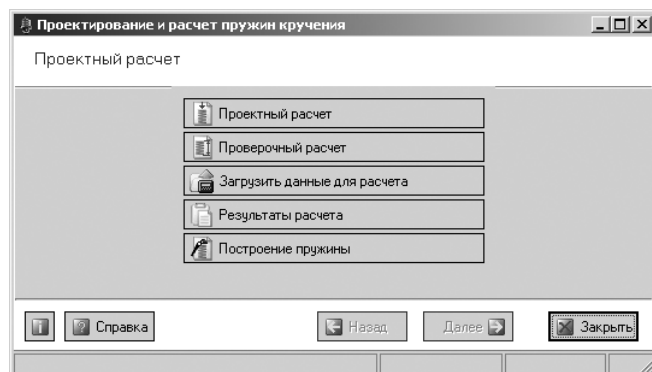
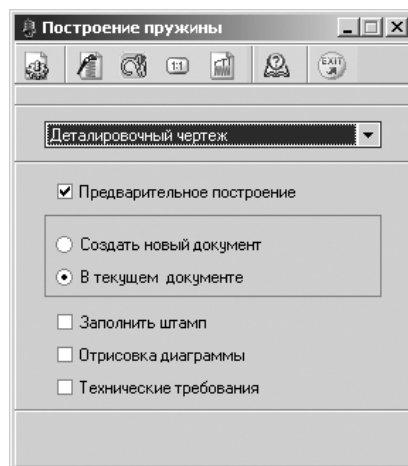

Рис. 4.92. Окно системы Проектирование и расчет пружин кручения. Проектный расчет на четвертом шагу
Рис. 4.97. Диалоговое окно **Построение пружины**
- щелкните по кнопке **Далее** для завершения проектного расчета. Появится окно системы с активными кнопками **Результаты расчета** и **Построение**, см. рис. 4.92.
Для перехода в режим построения пружины щелкните в главном окне системы **Проектирование пружины кручения** (см. рис. 4.92) по кнопке **Построение пружины**. Появится диалоговое окно **Построение пружины**, изображенное на рис. 4.97.